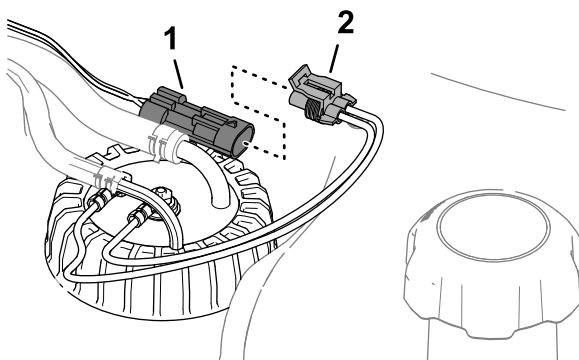

Figure 87
3. Débranchez le connecteur à 2 douilles du faisceau du transmetteur de niveau de carburant du connecteur à 2 broches du faisceau de la machine (Figure 87).